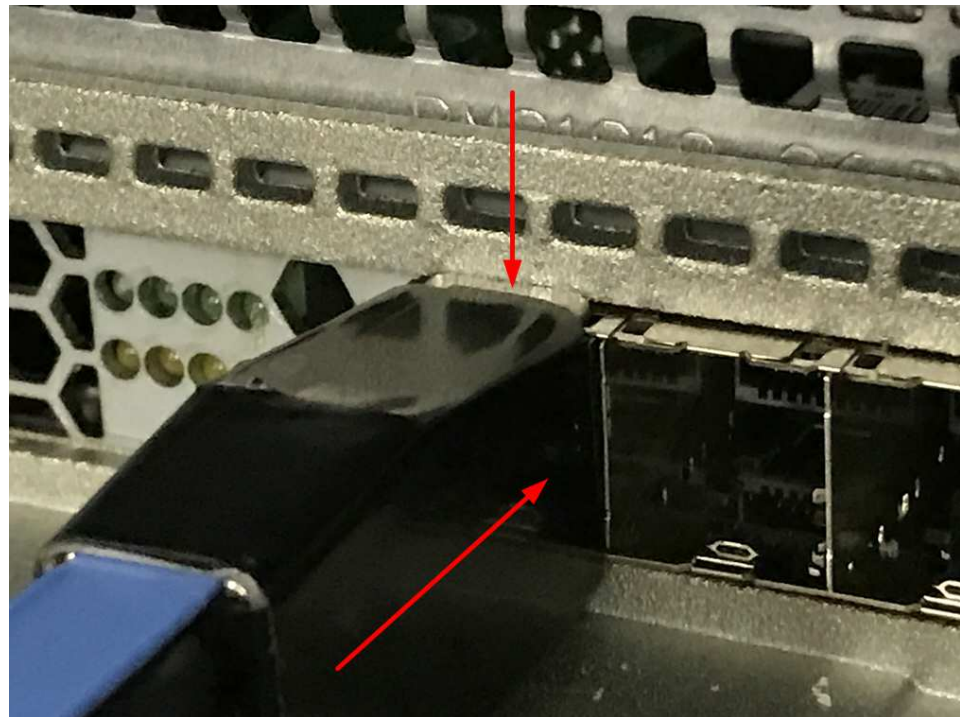

Abbildung 135. SAS-Kabelklemme zudrücken
**Anmerkung:** Es kann schwierig sein, das SAS-Kabel an einen SAS-Port an einem Gehäuse 2145-SV1 anzuschließen. Wenn sie sich nicht von selbst schließt, müssen Sie die SAS-Kabelklemme möglicherweise mit dem Finger herunterdrücken (Abb. 135).